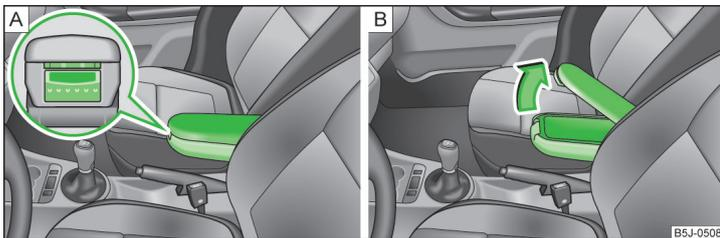

Fig. 88 Apoyabrazos: compartimento guardaobjetos / abrir el compartimento guardaobjetos
- Pulsar la tecla inferior en el lado frontal del apoyabrazos » fig. 88 - [A].
- Pulsar la tecla superior y doblar la tapa del compartimento guardaobjetos hacia arriba » fig. 88 - [B].